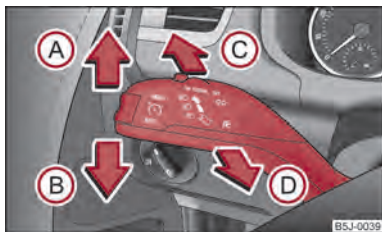

Fig. 26 Maneta de acționare a luminilor de semnalizare și a luminii de drum
- Apăsați maneta în sus (A), respectiv în jos (B) ⇒ fig. 26.